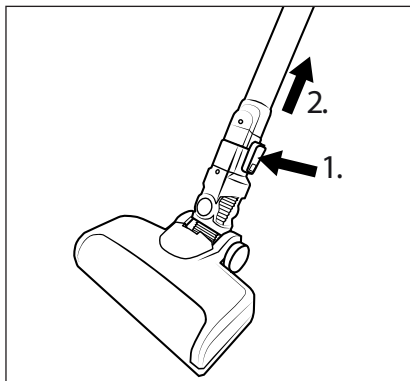

Fig. 12
- ♦ Para desmontar el cepillo para suelos **(21)** del tubo de aspiración **(23)**, mantenga pulsado el botón de desenganche del cepillo para suelos **(22)** y tire del tubo de aspiración **(23)** para extraerlo del cepillo para suelos **(21)** (consulte la fig. 12).